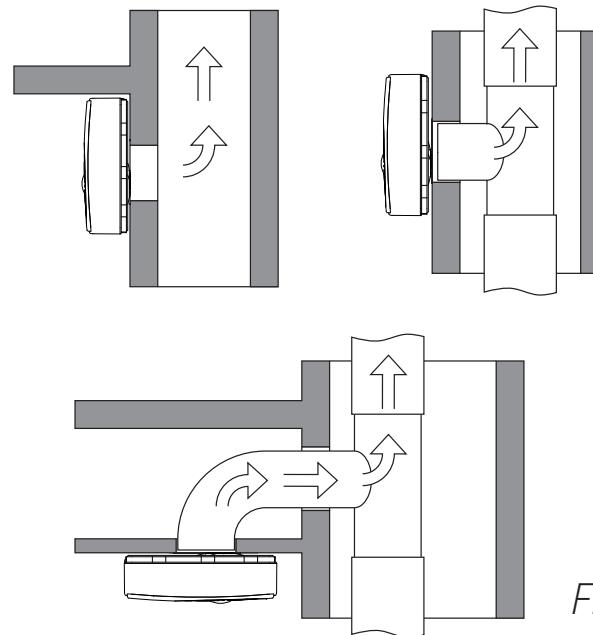
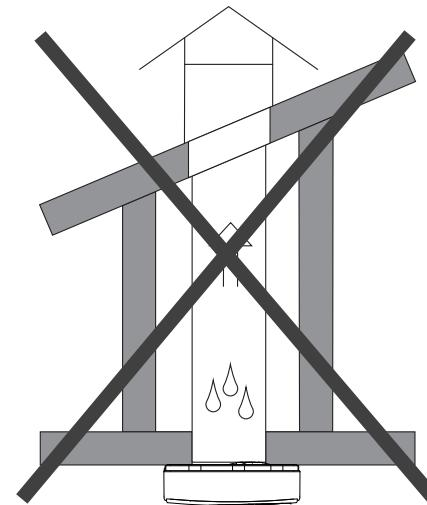

Fig. 2
Fig. 3
- Vid vertikal frånluft ska det vara avgrenning mot fläkten, fig. 2. Direkt vertikal frånluft är inte tillåten, fig. 3.